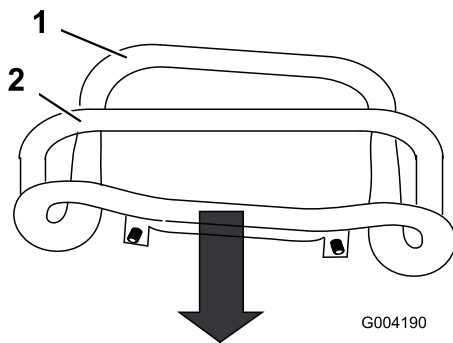

Figura 51
3. Tirare all'indietro il comando della trazione, spostandolo con un movimento rettilineo, in modo che la parte anteriore del comando venga a contatto con la barra di riferimento (Figura 51).